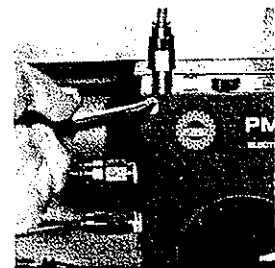
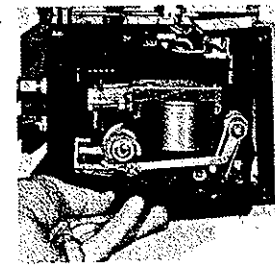
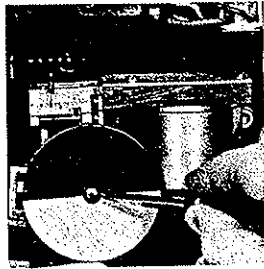
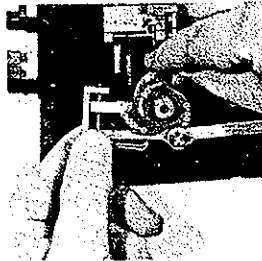

Figure 13
Figure 14
Figure 15
Figure 16
Enlever les quatre vis (35) et le couvercle (33) fig. 13. Enlever le côté fig. 14 - enlever la vis (30) et l'indicateur (44) fig. 15 - enlever l'écrou (43) et la came (42) fig. 16.